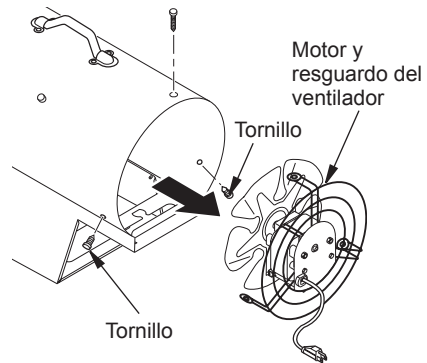

Figura 6. Desmontaje del motor y el resguardo del ventilador del calentador
2. Extraiga de la cubierta del calentador el motor y el resguardo del ventilador (consulte la figura 6).
2. Extraiga de la cubierta del calentador el motor y el resguardo del ventilador (consulte la figura 6, página 7).